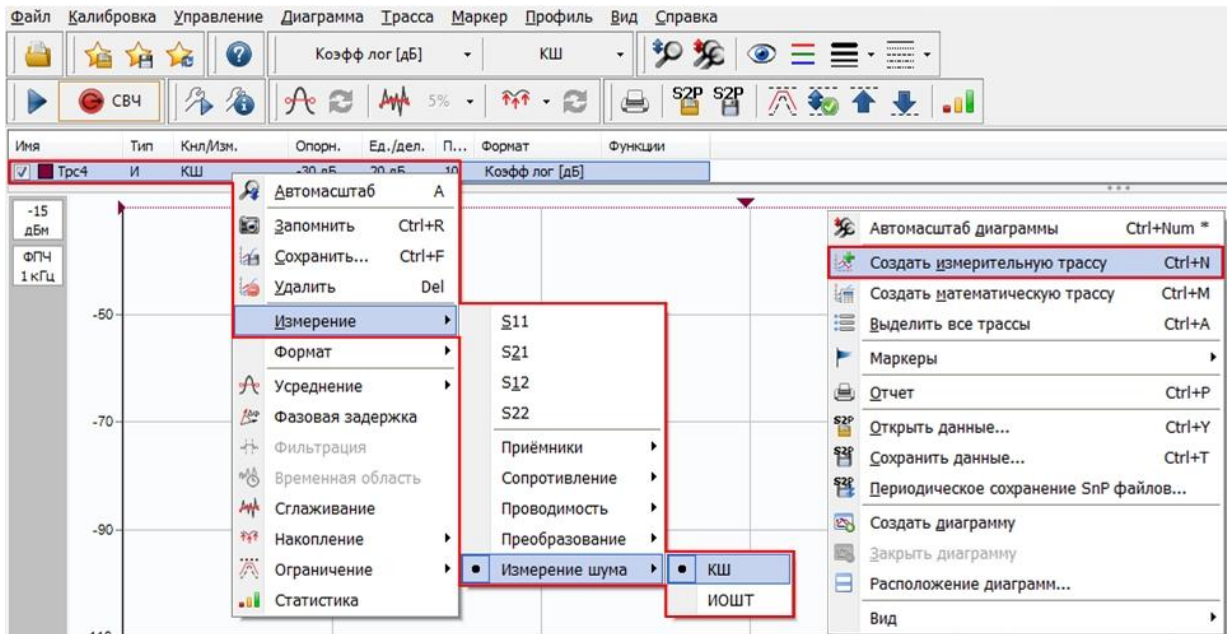

Рис. 5. Создание измерительной трассы для коэффициента шума КШ
7. Создать измерительную трассу для измерения КШ (рис. 5).